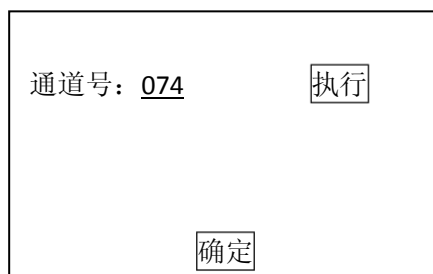

图 1-8
- 6) 输入通道号 074, 点击【执行】进行设定。如图 1-8;